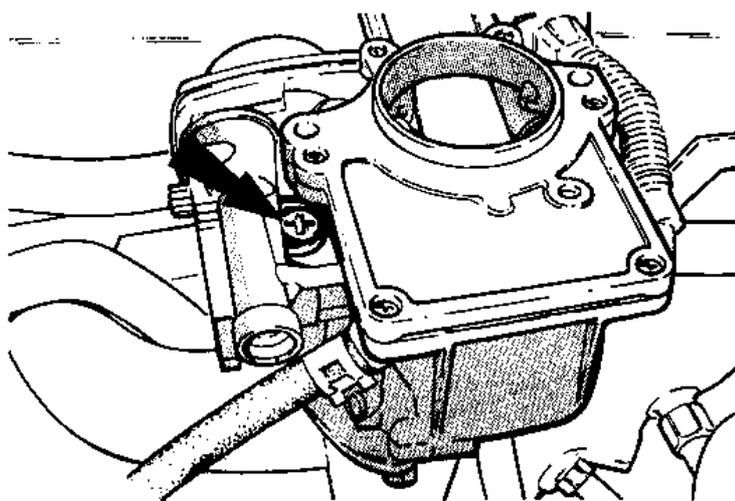

Рис.3.45. Пломба (регулировка центральной оси) (Разд.25)
62. При помощи маленькой отвертки извлеките прокладку из места, указанного на Рис.3.45, и, глядя в открывшееся отверстие, поверните рычажок таким образом, чтобы отверстие центральной оси совпало с отверстием корпуса карбюратора.